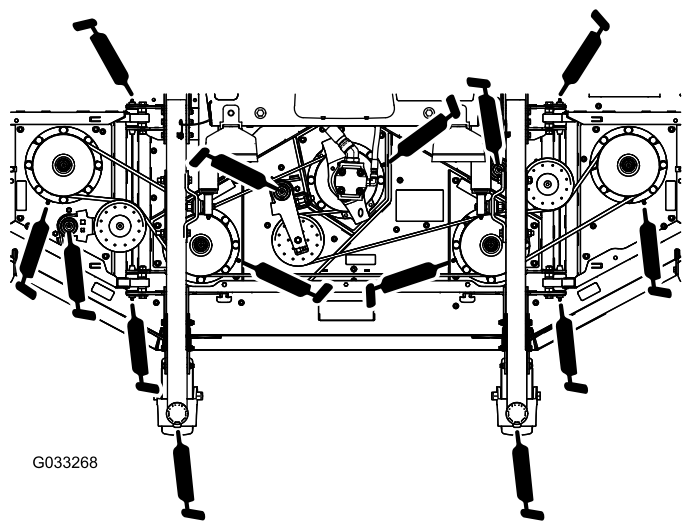

図 83
- キャスタフォークのシャフトのベアリング2ヶ所 図 83
- スピンドルシャフトのベアリング5ヶ所スピンドルハウジング 図 83
- アイドラームのピボットのブッシュ3ヶ所アイドラピボットのシャフト 図 83
- ウイングレットデッキのブッシュ4ヶ所ウイングレットのピボットピン 図 83